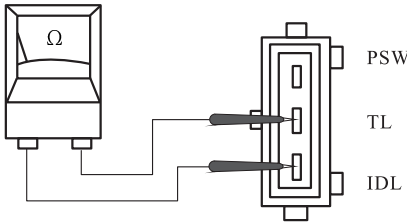

图 4-8 检查怠速端子电阻
1) 检查怠速端子电阻。拔下传感器接线插头,用万用表的电阻档测量怠速端子(IDL)与可动端子(TL)之间的电阻,其电阻值应为 0Ω 。转动节气门轴约 40° ,其电阻值应为 ∞ ,如图4-8所示。